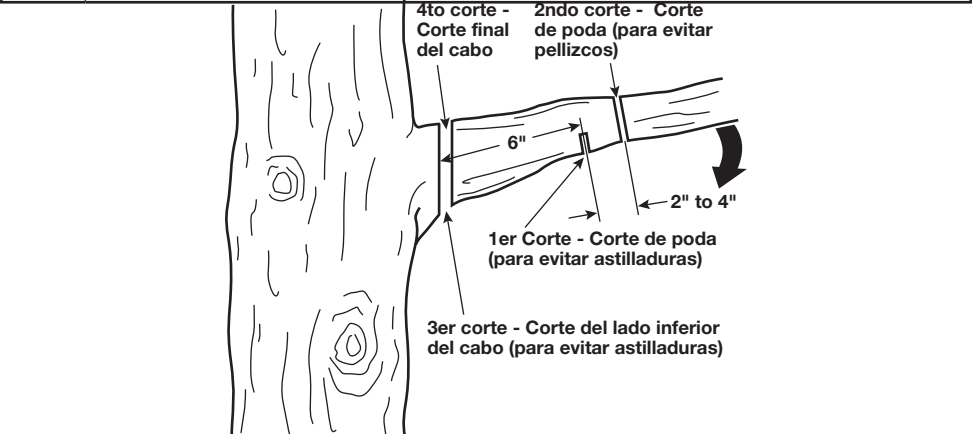

Fig.15 Secuencia de cortado para podar un árbol
1. Use la parte superior de la barra guía para hacer el primer corte en la parte inferior de la rama. El corte debe ser de aproximadamente 6" del tronco del árbol y 1/3 del grosor de la rama (Fig. 15).
2. Aléjese de 2" a 4" de la rama y use la parte inferior de la barra guía para hacer el segundo corte en el lado superior de la rama. Continúe cortando hasta que la rama se desprenda completamente del árbol (Fig. 15).
3. Use la parte superior de la barra guía para hacer el tercer corte en la parte inferior de la rama cortada. Se debe hacer lo más cerca posible al tronco del árbol y alrededor de 1/3 del grosor de la rama cortada (Fig. 15).
4. Use la parte inferior de la barra guía para hacer el cuarto y último corte. Haga este corte directamente sobre último y hacia abajo a través de la rama cortada (Fig. 15).